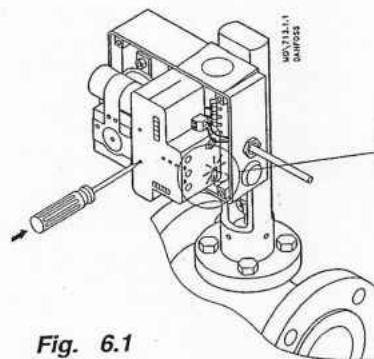

Fig. 6.1
- Ca. 5 sek. efter at netspændingen er tilsluttet, vil den røde lysdiode (ved funktionsomskifteren) lyse (fig. 6.1).
- Tryk „Stroke“ set knappen ind med en skruetrækker (fig. 6.1).
- Approx. 5 s after mains voltage is connected, the red LED (by the function switch) lights up (fig. 6.1).
- Press in the “Stroke” set button with a screwdriver (fig. 6.1).